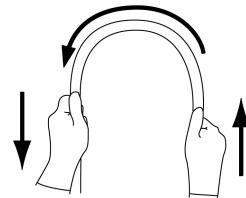

図1
- 挿入部を両手で持ち、全長にわたって図1に示すように順次半円の頂点をすらすらと曲げたときに、適切な軟らかさを有しており、軟らかさが不連続になっているなどの異常がないこと。